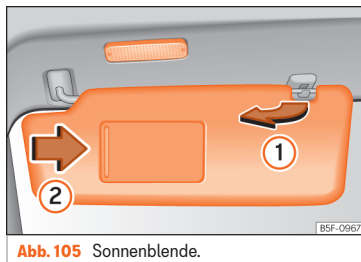

Abb. 105 Sonnenblende.
- Die Sonnenblende kann aus der Halterung herausgezogen und zur Tür » Abb. 105 ① geschwenkt werden.